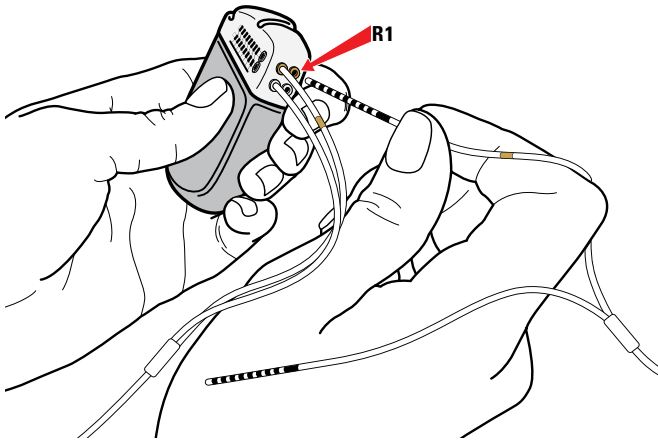

Figure 45. Connexion au port R1 du GII
a. Connecter l'extrémité avec la bande de marquage dorée au port doré R1 (Figure 45).